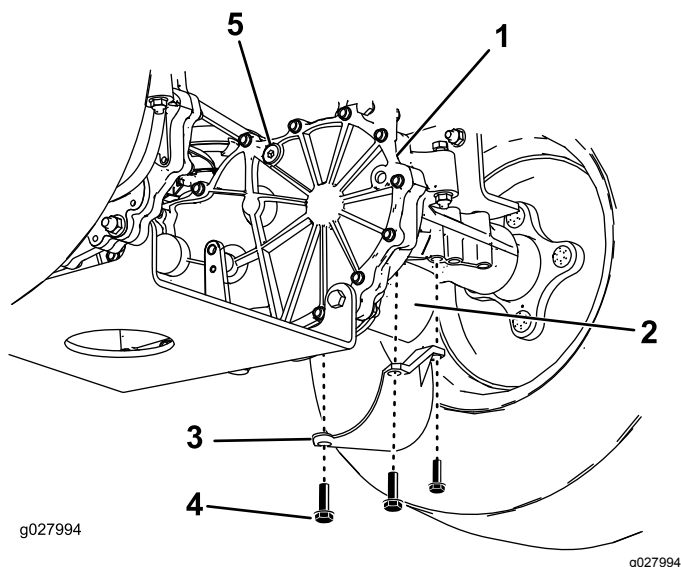

Figure 44
3. Localisez le filtre et ses protections sur chaque transmission à boîte-pont (Figure 44). Retirez les trois vis qui fixent la protection du filtre et déposez la protection.
4. Veillez à retirer les bouchons d'aération avant d'ajouter de l'huile (Figure 44).